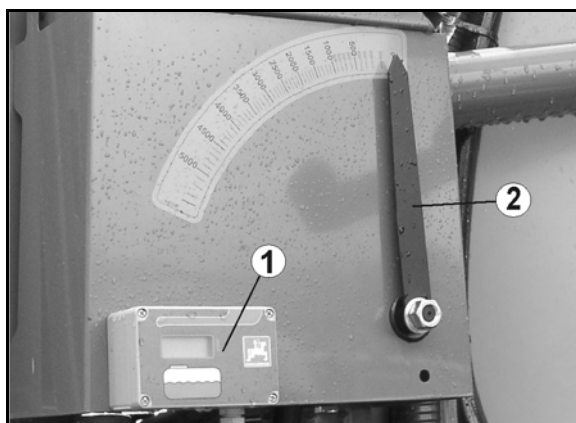

Bild 55
- elektroniskt (Bild 55/1) (tillval)
- mekaniskt (Bild 55/2).